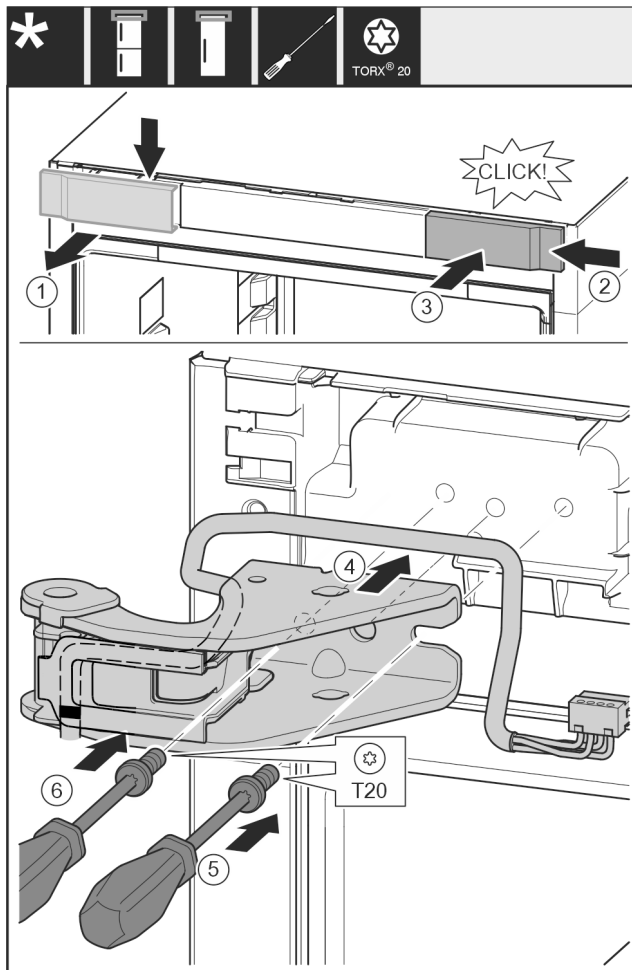

Fig. 20
- ▶ Odeberte kryt shora dopředu. Fig. 20 (1)
- ▶ Kryt otočený o 180° zavěste na druhé straně zprava. Fig. 20 (2)
- ▶ Zaklapněte kryt. Fig. 20 (3)
- ▶ Nasaďte horní stojan ložiska. Fig. 20 (4)
- ▶ Šroubovákem T20 nasaďte šroub a utáhněte. Fig. 20 (5)
- ▶ Šroubovákem T20 vložte šroub a utáhněte. Fig. 20 (6)